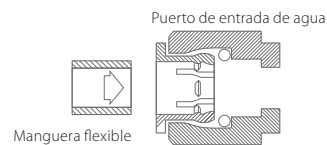

Figura 13.
8. Introduce la manguera dentro del orificio de "Entrada" de agua del Purificador (ver Figura 13).